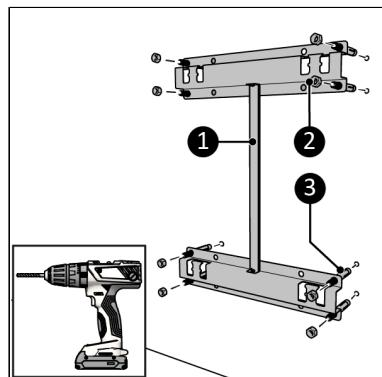

Figure 73.
3. Placez les boulons d'ancrage (Figure 73, pos 3).
4. Serrez le support mural (Figure 73, pos. 1) contre le mur avec les huit écrous (Figure 73, pos. 2).